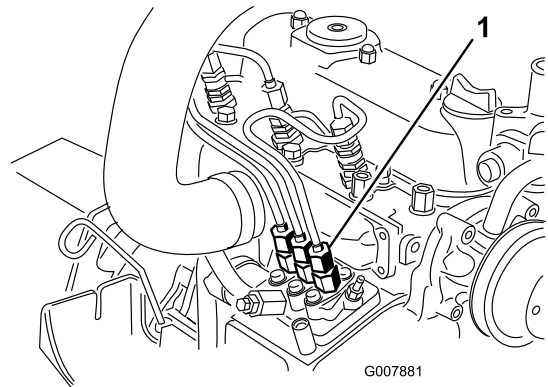

Bild 49
1. Legen Sie einen Lappen unter den Schlauchanschluss von der Einspritzpumpe zur 1. Einspritzdüse, siehe Bild 49.